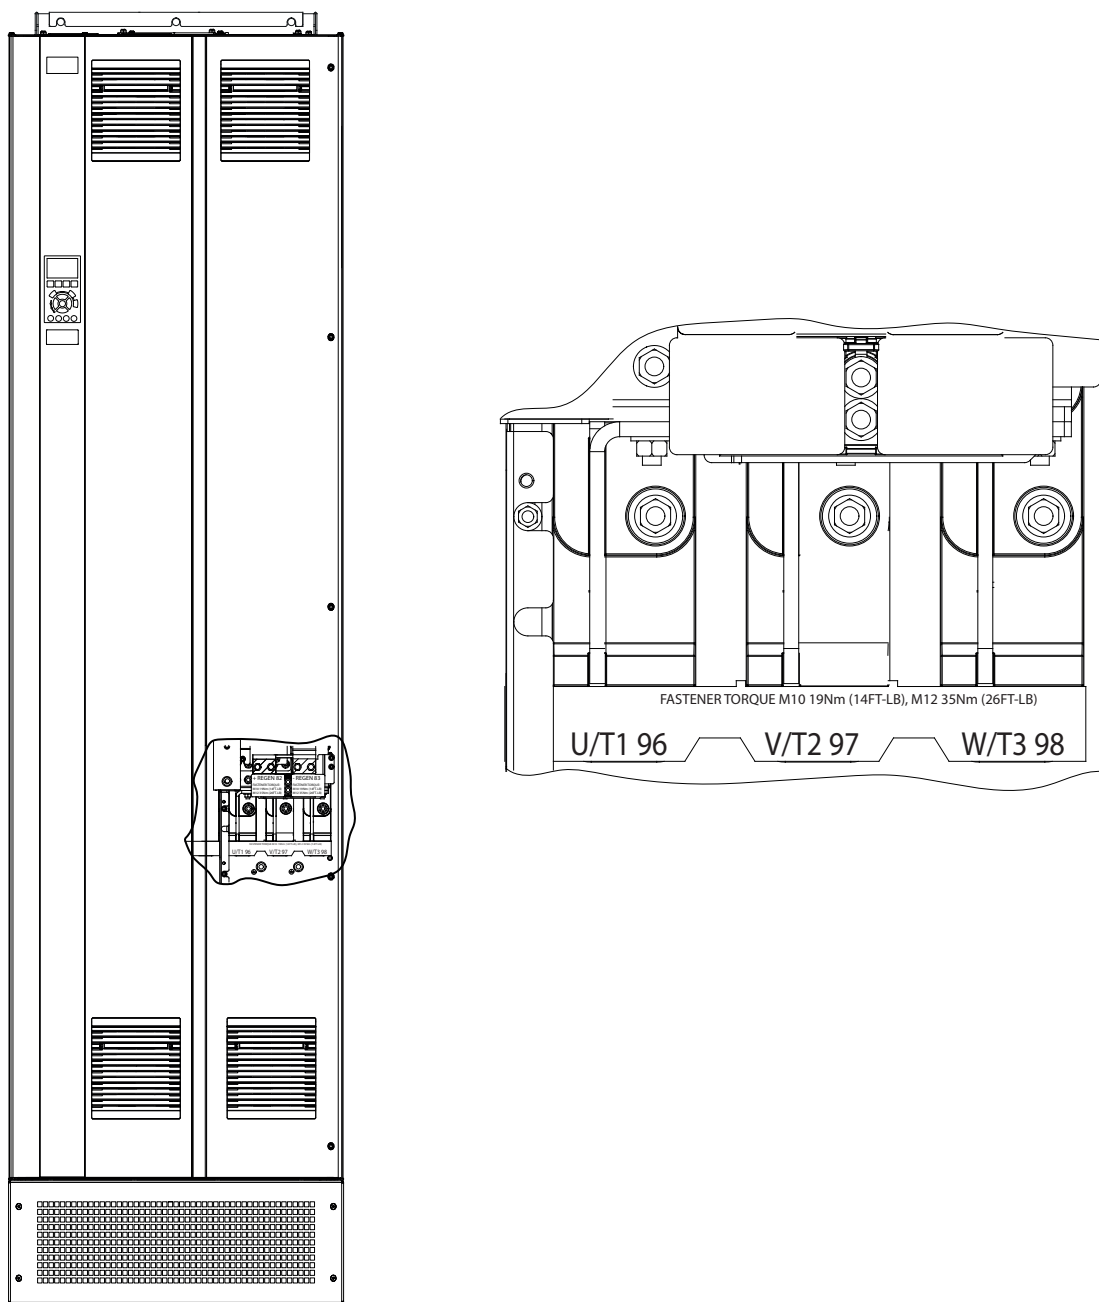

图 5.3 交流电机端子（所示为 E1h）。有关端子的详细视图，请参考章 5.7 端子尺寸。
4. 将三相电机线路连接到端子 96 (U)、97 (V) 和 98 (W) 上，如图 5.3 所示。